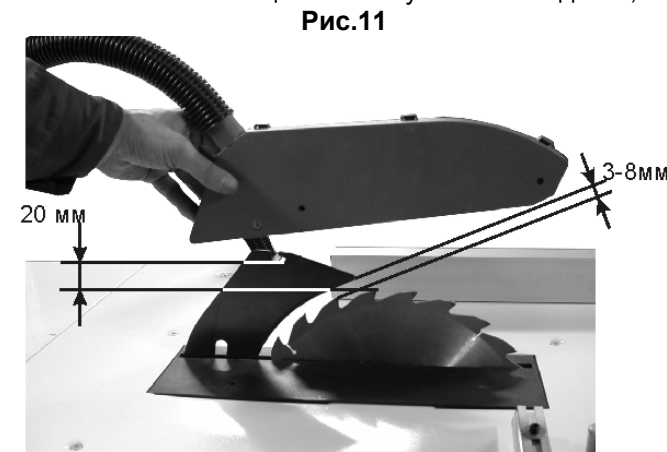

Рис.11
Убедитесь в правильности положения расклинователя, Рис.11.
8.1.23. Установите пильный диск (15) в верхнюю позицию, снимите вставку рабочего стола (34), для чего вставьте стержень (35) в отверстие вставки рабочего стола (34). Потяните вставку рабочего стола (34) в направлении стрелки и вверх, Рис.9. Ослабьте гайку (36) крепления расклинвателя (16). Установите расклинватель (16), положение зафиксируйте гайкой (36), Рис.10. Расклинватель должен быть установлен с зазорами, как указано на Рис.11.
8.1.25. Установите защитный кожух пильного диска, Рис.11.